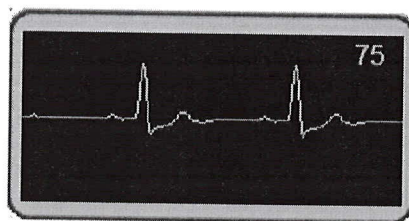

Рисунок 2-19: Окно ЭКГ
- Окно расширится (Рисунок 2-19), показывая сигнал ЭКГ пациента и частоту сердечных сокращений.
При нажатии и удержании окна ЭКГ (Рисунок 2-19) откроется экран ЭКГ (Рисунок 2- 20). На этом экране можно выбрать отведение, амплитуду и временную шкалу, как показано в таблице ниже.